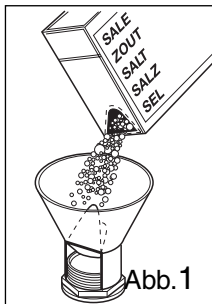

Abb.1
4. Mitgelieferten Trichter auf die Öffnung des Vorratsbehälters stecken. Spezialsalz in Vorratsbehälter einfüllen, Fassungsvermögen je nach Körnung ca. 1,0-1,5 kg. (Abb.1).